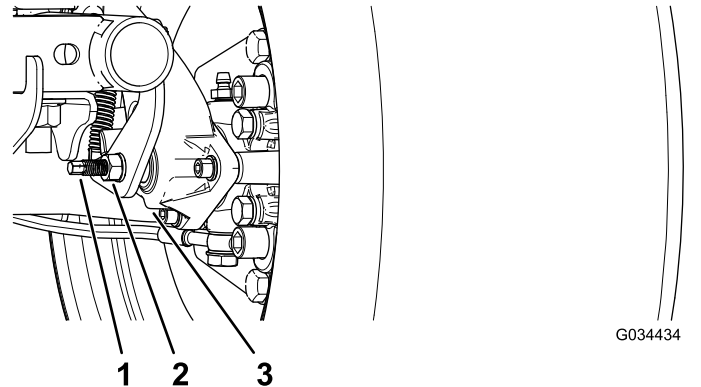

Bild 51
3. Verwenden Sie zwei Schraubenschlüssel und arretieren Sie die Strebe an der Bremsbacke mit einem Schraubenschlüssel und lösen Sie die Klemmmutter um eine Vierteldrehung mit dem anderen (Bild 51).
4. Halten Sie die Strebe zum Einstellen und die Klemmmutter fest und drehen Sie die Strebe zum Einstellen, um sie anzuziehen (Bild 51).
5. Halten Sie die Strebe zum Einstellen und die Klemmmutter fest und drehen sie um eine Vierteldrehung heraus (Bild 51).
6. Halten Sie die Strebe zum Einstellen und die Klemmmutter fest und ziehen Sie die Klemmmutter an (Bild 51).